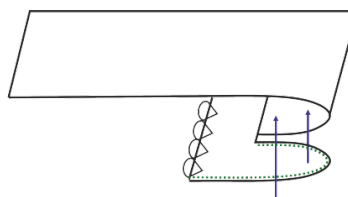

Рис. 2
1.Обработайте вырез «капелька» на спинке (Вариант А) по одному из предложенных ниже способу (Рис. 1 – окантовочной тесьмой; Рис. 2 – предварительно выкроенной обтачкой).